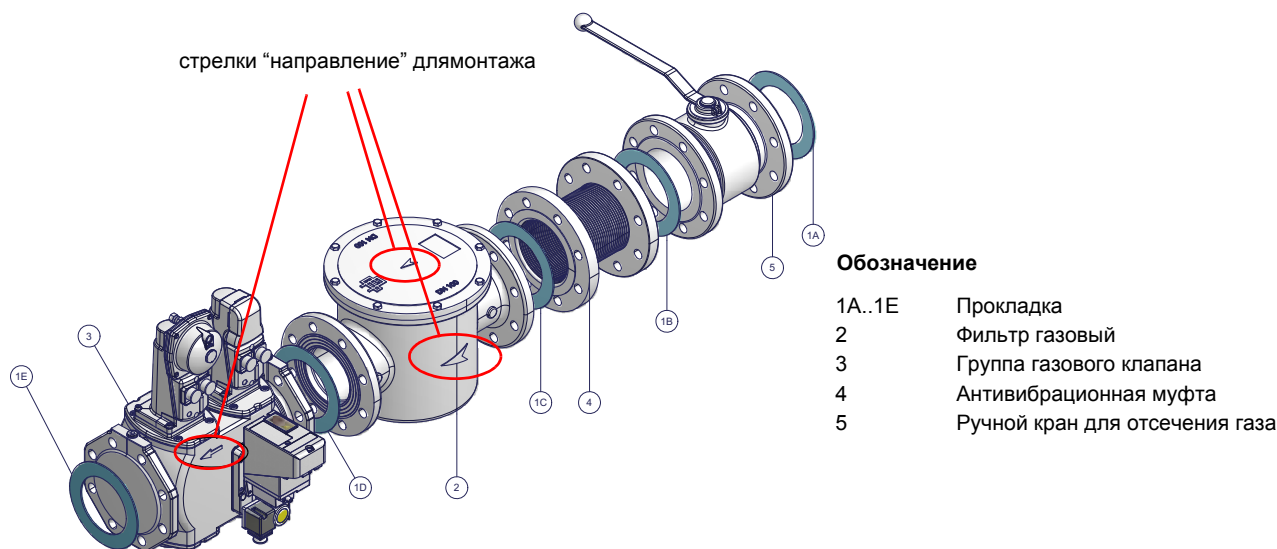

Рис. 2 - Пример газовой раампы
- 1 - б) при фланцевых соединениях: между соседними компонентами устанавливать прокладку (1A..1E - Рис. 2), совместимую с используемым газом,
ВНИМАНИЕ: после монтажа газовой раампы согласно схеме на Рис. 2, необходимо провести тестирование на герметичность газового контура, согласно требований действующих нормативов.
ВНИМАНИЕ: после монтажа газовой рамы согласно схеме на Рис. 2, необходимо провести тестирование на герметичность газового контура, согласно требований действующих нормативов.
- 1 - б) при фланцевых соединениях: между соседними компонентами устанавливать прокладку (1А..1Е - Рис. 2), совместимую с используемым газом,
ВНИМАНИЕ: после монтажа газовой рампы согласно схеме на Рис. 2, необходимо провести тестирование на герметичность газового контура, согласно требований действующих нормативов.